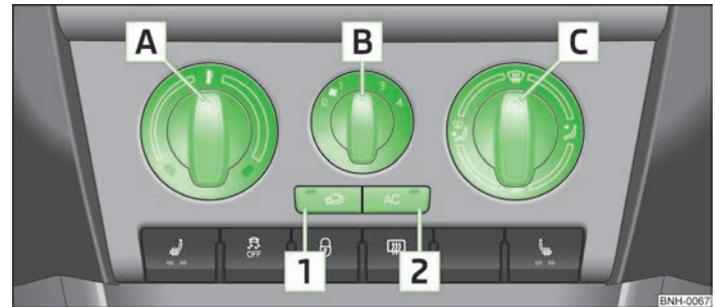

Fig. 60 Sistema de aire acondicionado: Elementos de mando
El sistema de refrigeración funciona sólo si se pulsa la tecla **(AC) [2]** » fig. 60 de la página 63 y se cumplen las siguientes condiciones:
- Girar el regulador giratorio **[A]** » fig. 60 hacia la derecha para elevar la temperatura.
- Girar el conmutador del ventilador **[B]** » fig. 60 a una de las posiciones, 1 a 4, para conectar el ventilador.
- Con el regulador de distribución de aire **[C]** » fig. 60, se regula el sentido de salida del aire » página 61.
- Pulsar la tecla **(AC) [2]** » fig. 60, en la tecla se encenderá el testigo.
- Elementos de mando **A** » fig. 60 de la página 63, **B**, **C** y las teclas **1** y **2**.
- Pulsar la tecla  **1** » fig. 60 de la página 63, en la tecla se encenderá el testigo.
- Pulsar de nuevo la tecla  **1** » fig. 60 de la página 63 - se apagará el testigo de control en la tecla.
Si el regulador distribuidor de aire **C** » fig. 60 de la página 63 se encuentra en la posición , el servicio de aire circulante se desconectará automáticamente. Pulsando repetidamente la tecla , se puede volver a conectar el servicio de aire de circulación también en esta posición. ►